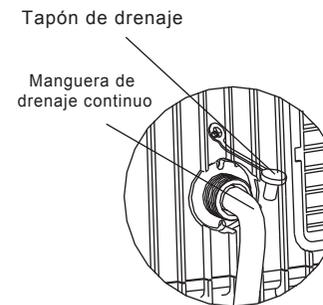

Imagen 22
- Cuando el nivel del agua de la bandeja alcance el nivel predeterminado, la unidad emitirá ocho "beeps" y en la pantalla aparecerá "P1". El proceso de aire o de deshumidificación se detendrá por completo. Sin embargo, el motor del ventilador continuará funcionando. Desplace con cuidado la unidad hacia una zona de drenaje, extraiga el conector de la manguera de drenaje y deje que salga el agua (imagen 22). Vuelva a colocar el conector de la manguera de drenaje y reinicie la unidad hasta que el símbolo "P1" haya desaparecido. Si el error persiste, contacte con el servicio técnico.